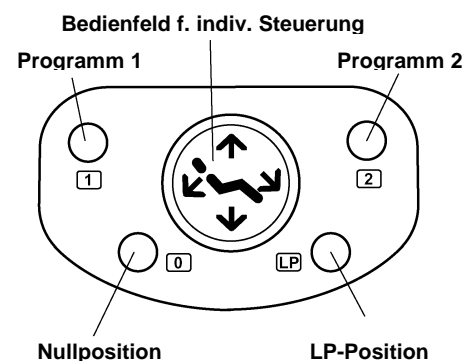

Abb. 4-1 Fußschalter
### (1) Einstellen der Programme (Abb. 4-1)
### (2) Einstellung der Mundspülposition LP (Abb. 4-1)